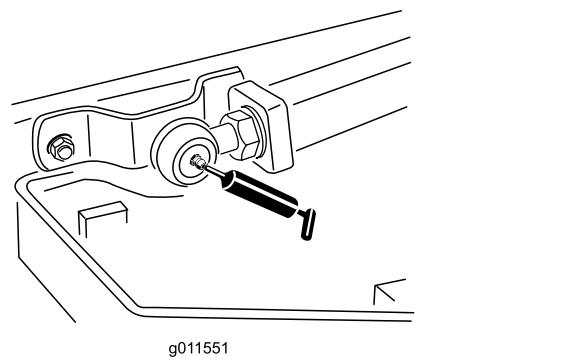

Figura 47
- 2 giunti a sfera del braccio di sollevamento (Figura 47)